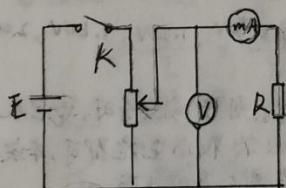
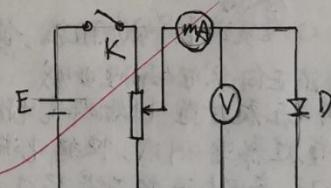

图1 电压表外接电路图
图2 电压表内接电路图
伏安法测电阻有两种接线方式, 分别如图1和图2所示。由于电表内阻的影响, 两种接法都存在电表的接入误差, 但如果知道电表内阻, 经过修正可以获得正确结果。
图2中，电压表测量的是待测二极管D两端的电压，但电流表测量的是通过二极管和通过电压表的电流之和。由电流表加电压表读数计算出的二极管的正向阻值  $R_F$  偏小， $R_F = \frac{R}{1 + R/V_D}$  式中  $V_D$  为电压表内阻。当  $R_F \gg R$  时，相对误差  $R/V_D$  很小。所以电压表内阻大，待测电阻小时，使用电压表内接电路比较合适。
选择图2的电压表内接法测量电阻板上的二极管。测量二极管时，毫安表选择30mA量程，电压表量程需要测试，使得电流能达到30mA的最小量程即可。本实验选1.5V电源电压，取1.7V。毫安表读数不得超过二极管允许的最大正向电流。
(1) 按图2电压表内接连好线路。(2) 检查接线无误后，将分压器电压置于最小位置，试合开关，注意电表指针偏转方向及大小，确认电表处于合适量程。
(3) 合上开关，调节滑线变阻器，使毫安表指示值为26.0mA，读电压表记录数据。
(4) 逐步调节，使毫安表指示为24.0mA, 22.0mA, ..., 2.0mA, 0.0mA，记录电压表数据。